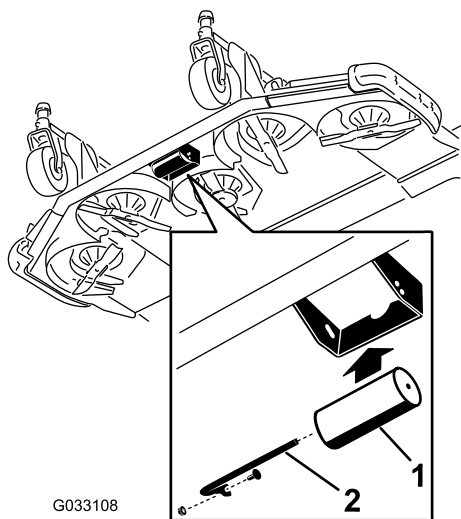

Рисунок 27
2. Совместите валик с верхними отверстиями и установите ось, закрепив при помощи винта и гайки (Рисунок 27).